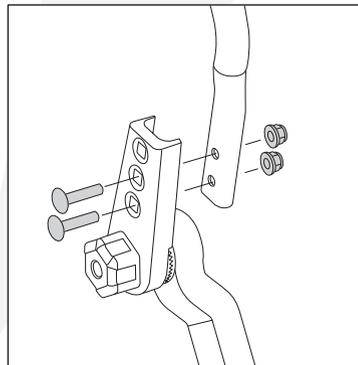

Fig. 4
2. Hay dos posiciones seleccionables, con la posibilidad de moverse hacia arriba o hacia abajo para el ajuste. Fije los dos pernos en la posición superior o inferior. (Fig.4)